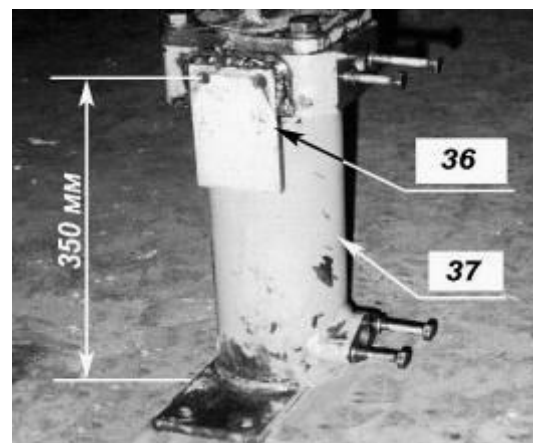

Рис. 1.16
- Приварить кронштейн (36) к штатному фильтру системы КПП (37) "Komatsu" согласно рис.1.16 (расстояние от основания до центра отверстий ≈ 350 мм.);